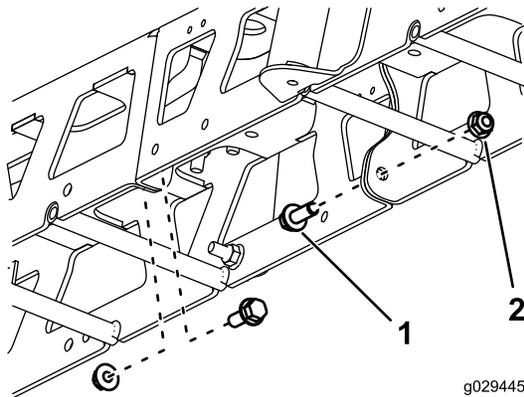

図 10
1. ボルト2本とナット2個を外してセンターブームを2つに分割する。外したボルト・ナットは保管する 図 10。